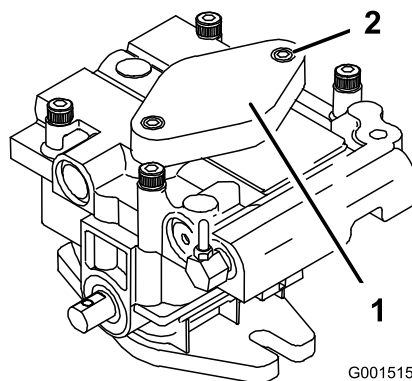

Figura 44
- B. Allentate le 2 viti a testa cilindrica incassata (Figura 44) solo di mezzo o un giro.